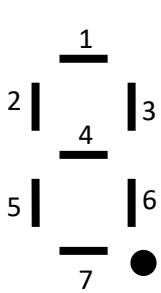

Рисунок 1 – Табло индикации
2.2. Табло индикации (см. Рисунок 1)